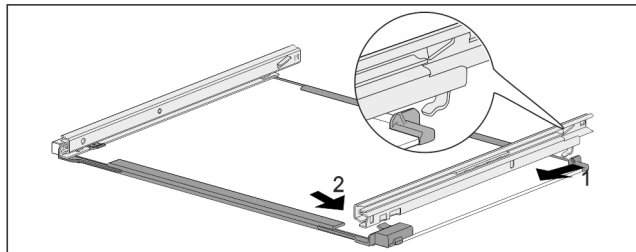

Fig. 66 Skleněná deska s kolejničkami
- ▶ Zahákněte kolejničku vzadu. Fig. 66 (1)
- ▶ Zaklapněte kolejničku vpředu. Fig. 66 (2)